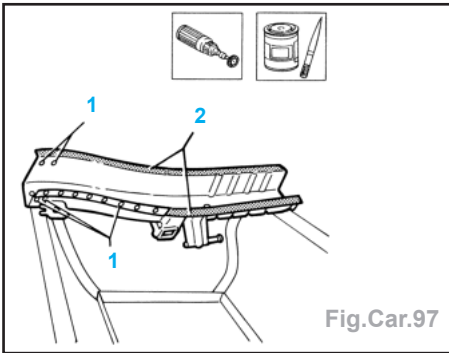

Fig.Car.97
- Effectuer des trous comme indiqué (1) (Fig.Car.97).